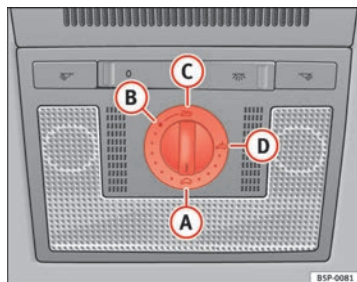

Abb. 69 Detailsicht des Dachhimmels: Drehschalter Schiebe-/Ausstelldach
- Drehen Sie den Drehschalter in Stellung **(A)** ⇒ Abb. 69 ⇒ .